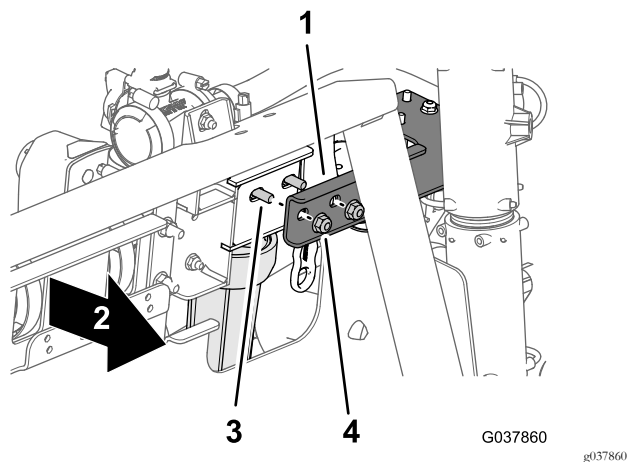

Figura 64
5. Nella parte anteriore della staffa del collettore, allineate i fori nella staffa della valvola di intercettazione (Figura 64) con i 2 bulloni (5/16 x 3-3/4 poll.).
7. Montate la staffa della valvola di intercettazione sulla staffa del collettore (Figura 64) con i 2 dadi di bloccaggio flangiati che avete rimosso al passaggio 3 e serrate i dadi a 1978 - 2542 N·m.